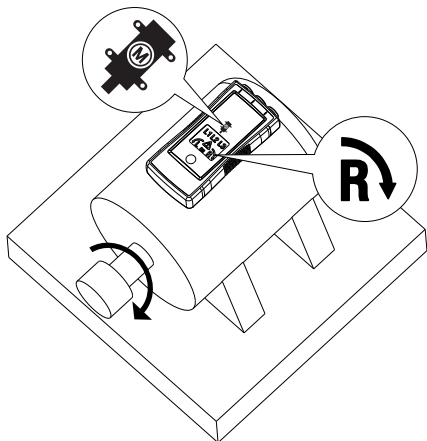

Figura 2: Rotação do Motor
2. Posicione o PRM-6 no motor de modo que fique paralelo ao comprimento do eixo do motor. O sensor do testador deve estar no centro dos enrolamentos do motor. O testador deve estar tão próximo quanto possível do motor. Veja a Figura 2.